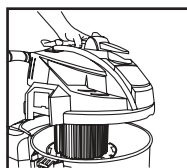

FIGURE 5
5. Soulevez le couvercle du réservoir en utilisant la poignée sur le dessus, comme indiqué à la **FIGURE 5.**